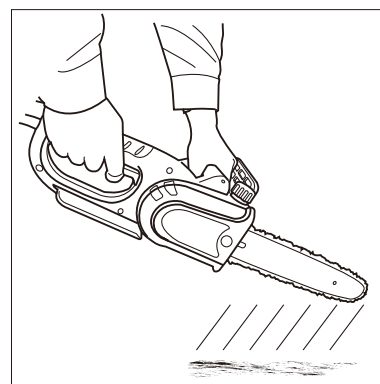

図5
- ①スイッチを入れるとソーチェーンとガイドバーに、自動的にオイルが給油されます。
- ②不用な紙などに向けてスイッチを入れ、数分間空転させてオイルの飛散を確認してください。(図5参照)